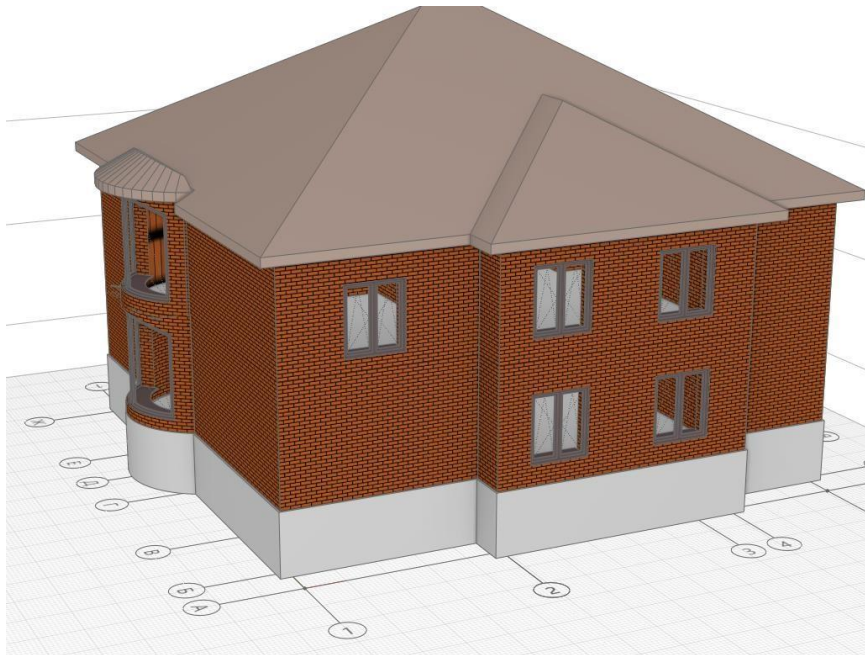

Рис. 4 Фундамент
5. В итоге получилось следующее (рис. 4)